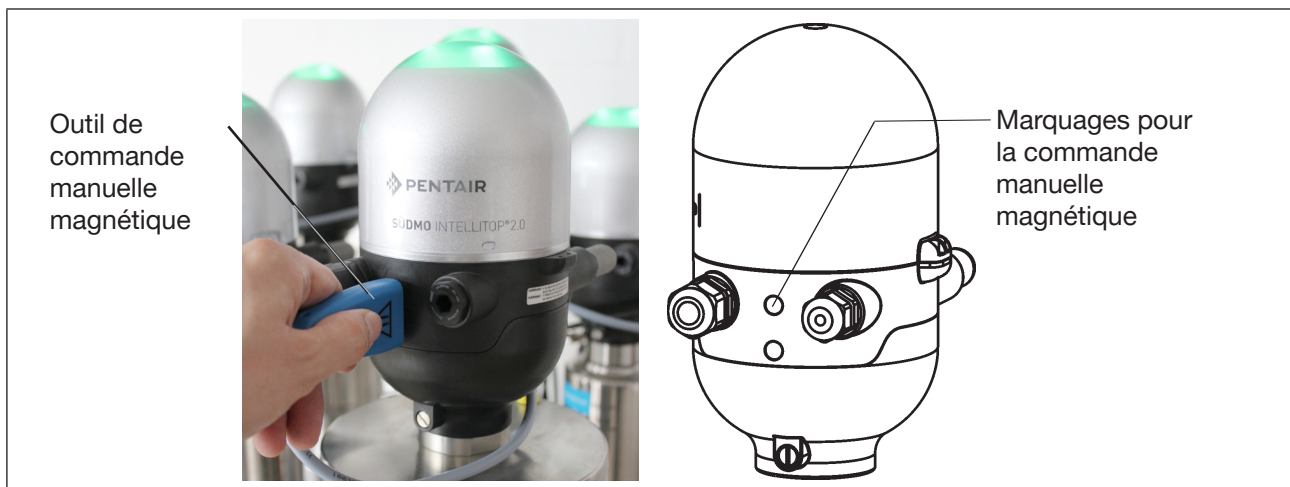

Figure 40 : Commande manuelle magnétique (outil de commande manuelle) à base de champs magnétiques codés
- Activer la commande manuelle magnétique (possible uniquement en état de marche AUTOMATIQUE) : maintenir l'outil de commande manuelle contre les points de repère entre les presse-étoupes pendant 3 secondes (voir « Figure 40 ») – indication de l'activation par la LED supérieure (chapitre « 18.2 »).
- Désactiver la commande manuelle magnétique à la fin de la mesure : maintenir une nouvelle fois l'outil de commande manuelle contre les points de repère entre les presse-étoupes pendant 3 secondes (voir « Figure 40 »).